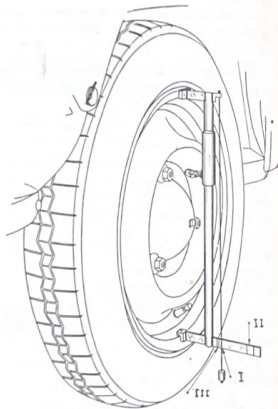

Fig. 5.11.—Aparato 2313-T para la comprobación de la inclinación de las ruedas.
d) Medir el ángulo de inclinación de la rueda en estas condiciones utilizando el aparato 2313-T (fig. 5.11). El hilo debe caer en la zona "I" del aparato. Si no, retirar el brazo (ver Op. 5.1.0.5.) y comprobarlo (ver Op. 5.2.2.).